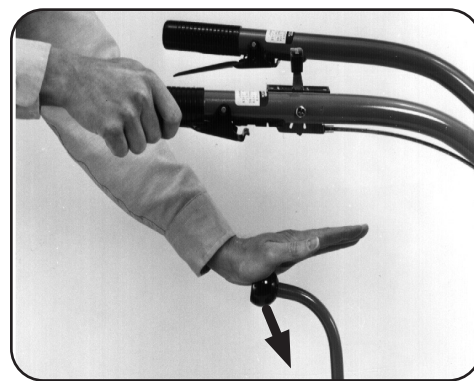

Figure 4-3
5. Pour déplacer le motoculteur en avant et pour engager les dents, pressez et maintenez un levier de verrouillage avant contre la poignée du guidon. Voir Figure 4-3. Puis, déplacez le levier d'entraînement de la PDF des dents et des roues vers le bas à la position AVANT (« FORWARD »).